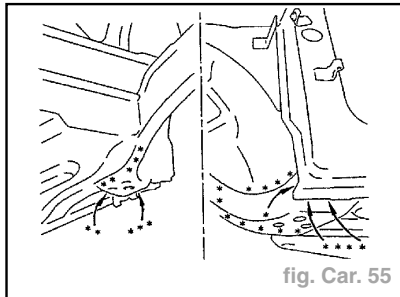

fig. Car. 55
- Dégraffer les points à l'aide d'une fraise de diamètre = **8 mm** (fig. Car. 55).